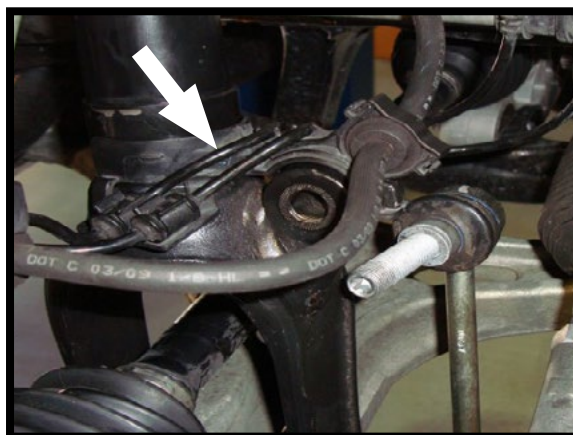

图3
6. 剪断固定线束支架的扎带，然后拆下减震器的线束固定支架。（图3）